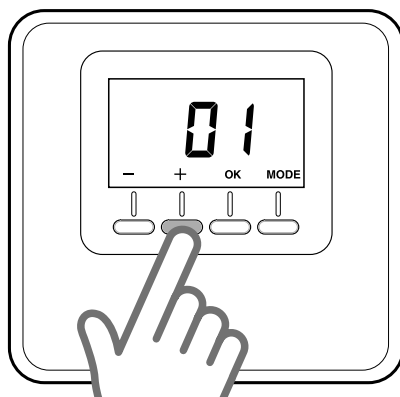

Fig. 16
- Pressionar as teclas “+” ou “-” para escolher a zona a atribuir (Fig. 16).